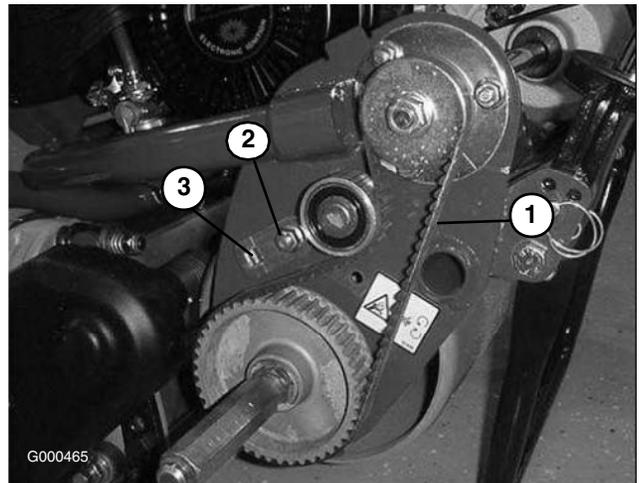

Figura 41
- B. Usando una llave dinamométrica de 3/8 pulgadas, gire el soporte de la polea tensora con una fuerza de 4–4,5 Nm para ajustar la tensión de la correa (Figura 41) Apriete el tornillo de caperuza del soporte de la polea tensora. No tense demasiado la correa.